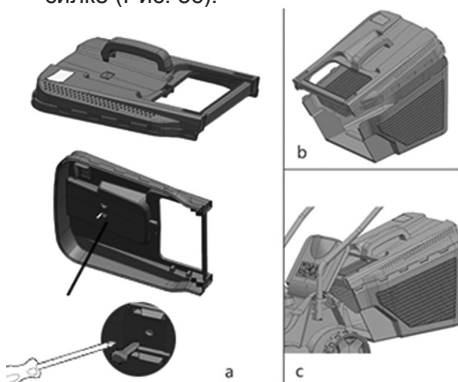

Рис. 5 Установка травосборника
8. Закрепите ручку травосборника на крышке винтами из комплекта поставки (Рис. 5а).
9. Соедините верхнюю и нижнюю часть травосборника и закрепите их вместе (Рис. 5б)
10. Поднимите заднюю крышку газонокосилки и установите зацепы травосборника в гнезда на корпусе газонокосилке (Рис. 5с).